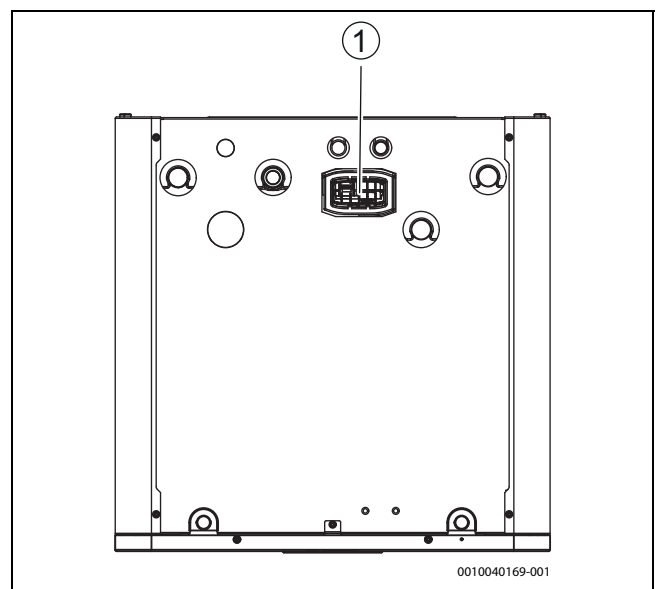

Bild 21 Connect-Key platzieren
- Modul in den Halter einsetzen (→ [1], Abbildung 21). Wenn das Modul richtig eingesetzt wurde, blinkt eine LED.